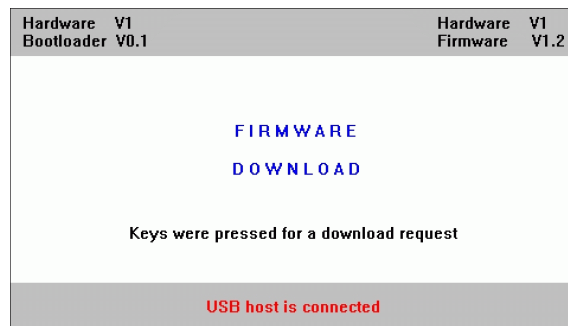

рис. II.66 Обновление ПО (Firmware-Update)
- ▶ На вашем ND нажмите **одновременно** кнопку C и кнопку ENTER **и включите при этом ND**. ND покажет на экране версию установленного программного обеспечения и будет готово к скачиванию ПО (Firmware-Download), смотри рис. II.66